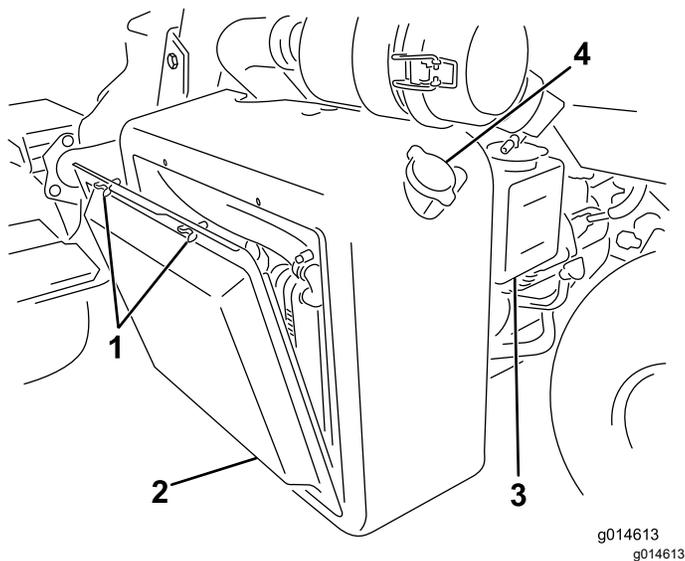
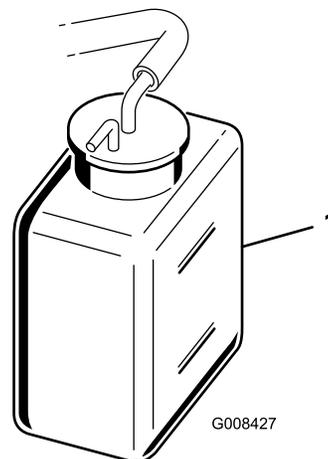

Рисунок 45
Рисунок 46
1. Снимите решетку радиатора (Рисунок 45).
2. Проверьте уровень охлаждающей жидкости (Рисунок 45 и Рисунок 46).